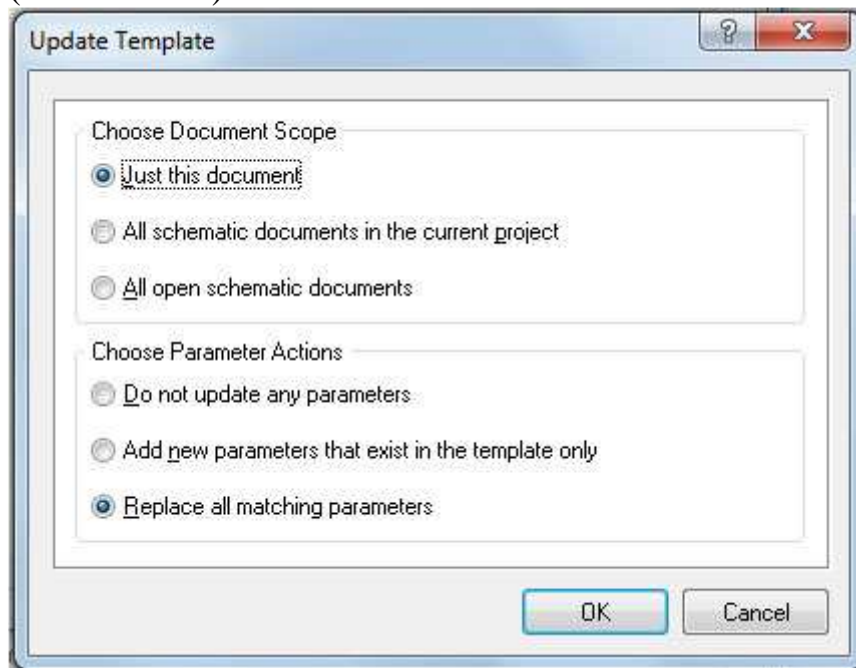

Рис. 102. Параметры обновления шаблона
6. В окне Update Template устанавливаются опции обновления шаблона. Здесь нужно выбрать опцию обновления только для текущего документа – Just this document, и обновление всех параметров предыдущего шаблона на параметры нового – Replace all matching parameters (см. Рис. 102).